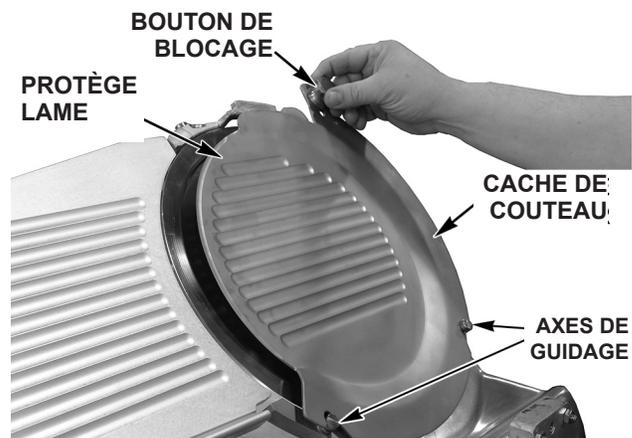

Fig. 12
- Installez le protège lame sur les trois axes de guidage (Fig. 12).
- Placez le cache du couteau (Fig. 12) sur les deux axes de guidage du bas et abaissez le bouton de blocage jusqu'à ce que l'aimant maintienne le cache du couteau en place.